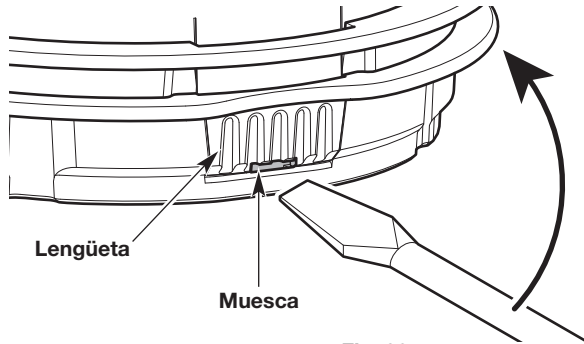

Fig. 26
- Inserte un destornillador de cabeza plana en la ranura de la lengüeta (Fig. 26).
- Incline levemente el destornillador hacia arriba y sosténgalo en el lugar (Fig. 26).